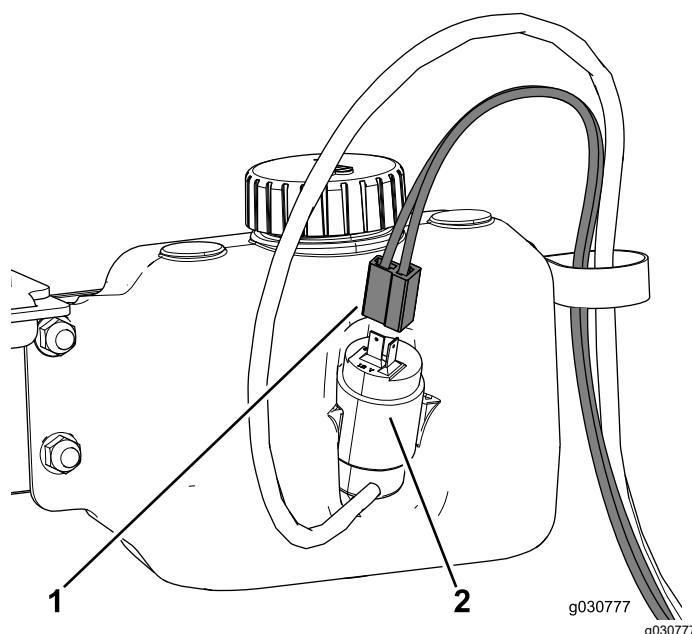

Figura 52
4. Encaminhe a cablagem do recipiente do líquido de lavagem através do grampo em R e ligue-o à garrafa (**Figura 52**).